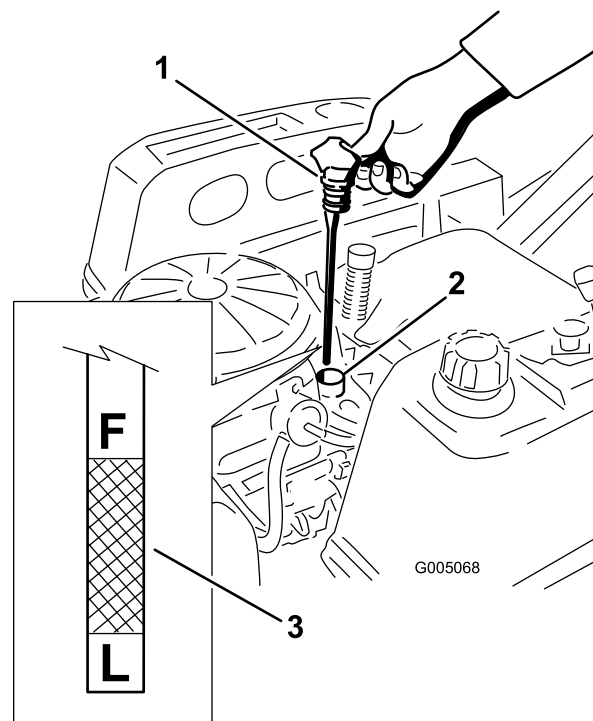

Figure 32
- Sortez le bouchon de remplissage/la jauge de niveau d'huile et essuyez-la sur un chiffon. Remettez la jauge en place en l'enfonçant au maximum (Figure 32).
- Sortez de nouveau la jauge et contrôlez le niveau d'huile (Figure 32).
7. Tournez le robinet de vidange d'huile de 1/4 de tour dans le sens anti-horaire pour l'ouvrir et permettre à l'huile de s'écouler (Figure 34). Enlevez le bouchon de remplissage/la jauge (Figure 32).
14. Versez avec précaution environ 80 % de la quantité d'huile spécifiée dans le goulot de remplissage (Figure 32).
15. Remettez fermement en place le bouchon de remplissage/la jauge d'huile (Figure 32).
16. Vérifiez le niveau d'huile (Figure 32) (voir Contrôle du niveau d'huile).
18. Remettez fermement en place le bouchon de remplissage/la jauge d'huile (Figure 32).